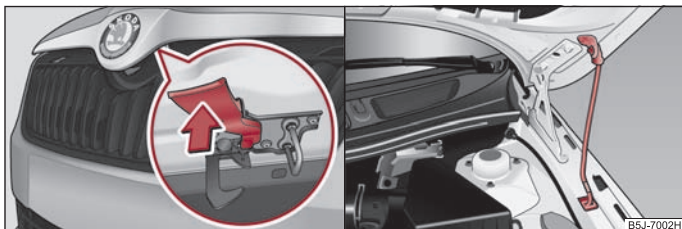

Abb. 13 Kühlergrill: Sicherungshebel / Sicherung der Motorraumklappe mit der Klappenstütze
- Ziehen Sie den Sicherungshebel ⇒ Abb. 13, die Motorraumklappe wird entriegelt.
- Nehmen Sie die Klappenstütze aus der Halterung und setzen Sie die Klappenstütze in die dafür vorgesehene Öffnung ⇒ Abb. 13.